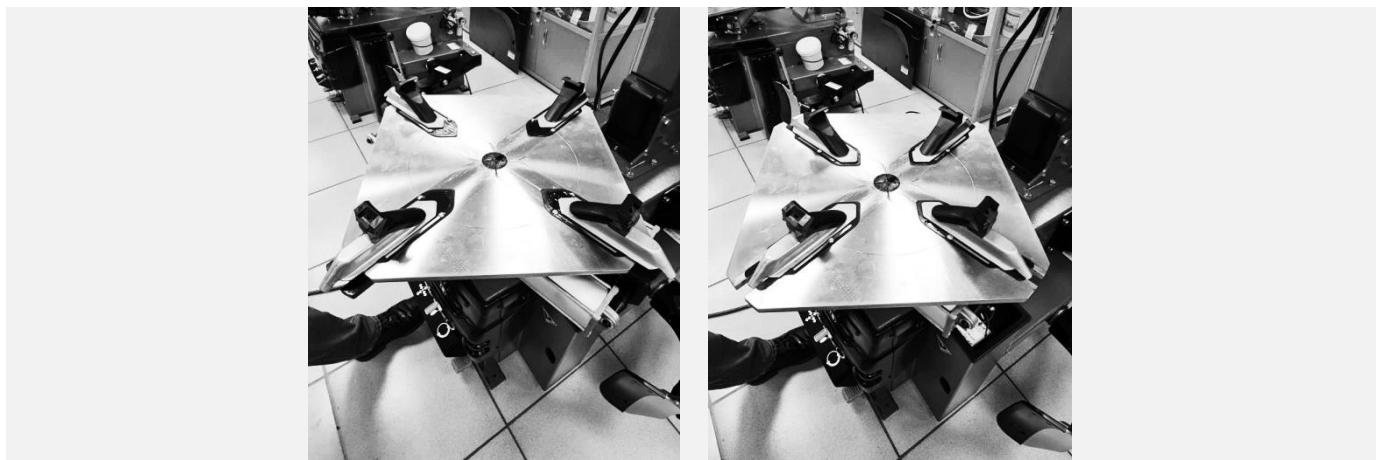

Рисунок 39
- Плавно нажать педаль управления зажимными кулачками до среднего положения, сведя зажимные кулачки таким образом, чтобы насечка на поворотном столе примерно соответствовала диаметру колеса, промаркированному на ползунке кулачка (см. Рисунок 39).